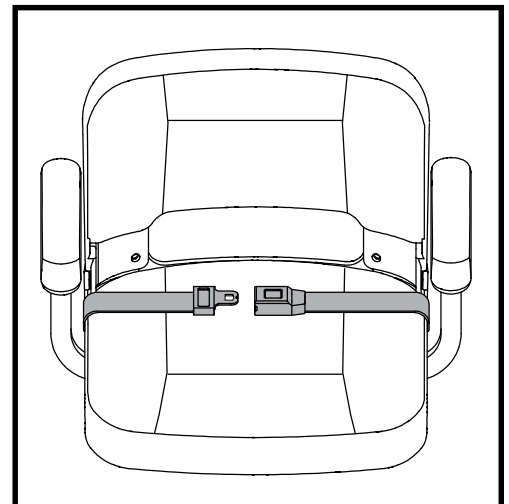

Figure 30. Ceinture de positionnement
Votre Travel Scooter peut être équipé d'une ceinture de positionnement de type automobile réglable pour votre confort. Voir la figure 30. La ceinture de positionnement est conçue pour supporter et empêcher le conducteur de glisser ou d'avancer sur le siège. La ceinture de positionnement n'est pas une ceinture de sécurité.
1. Insérez l'onglet de la ceinture côté droit dans la boucle de ceinture côté gauche jusqu'à ce que vous entendiez le "clic". Voir la figure 30.